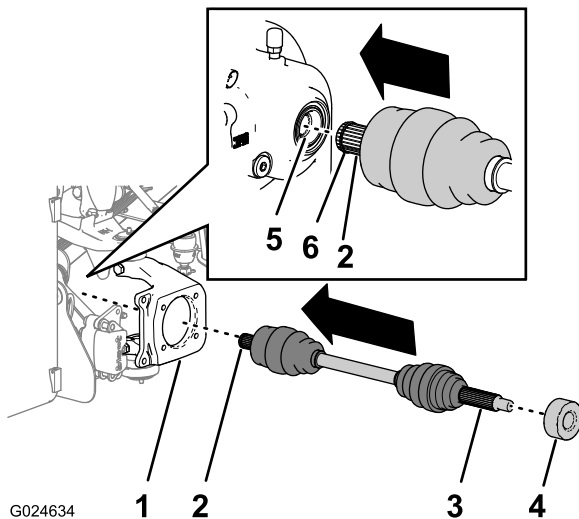

Figura 32
1. Ripulite le scanalature su ciascuna estremità dei 2 assali anteriori (Figura 32).
3. Fate scivolare il fusello interno dell'assale attraverso il foro di 87,3 mm nell'articolazione dello sterzo (Figura 32).
4. Allineate le scanalature del fusello interno dell'assale con le scanalature nell'attacco della trasmissione del differenziale, quindi spostate l'assale verso l'interno fino a che è completamente inserito nell'attacco della trasmissione (Figura 32).
5. Fate scivolare il distanziale sul fusello esterno dell'assale e posizionatelo sulla parte interna delle scanalature lunghe (Figura 32).